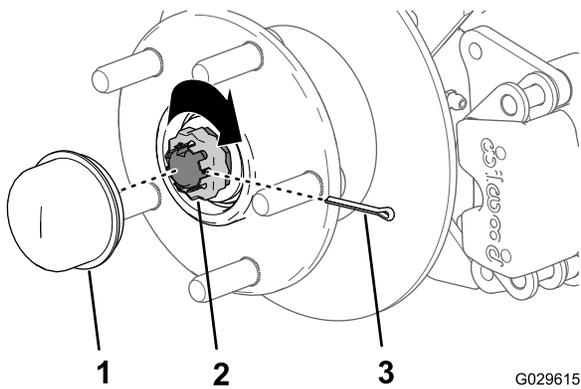

図 36
- ナットの上からリテーナを取り付け、リテーナのスロットとスピンドルのスロットが整列しているかどうか確かめる 図 36。
9. コッターピンを取り付け、ピンの足をリテーナに巻き付けるように曲げる 図 36。
10. ハブにダストキャップを取り付ける 図 36。